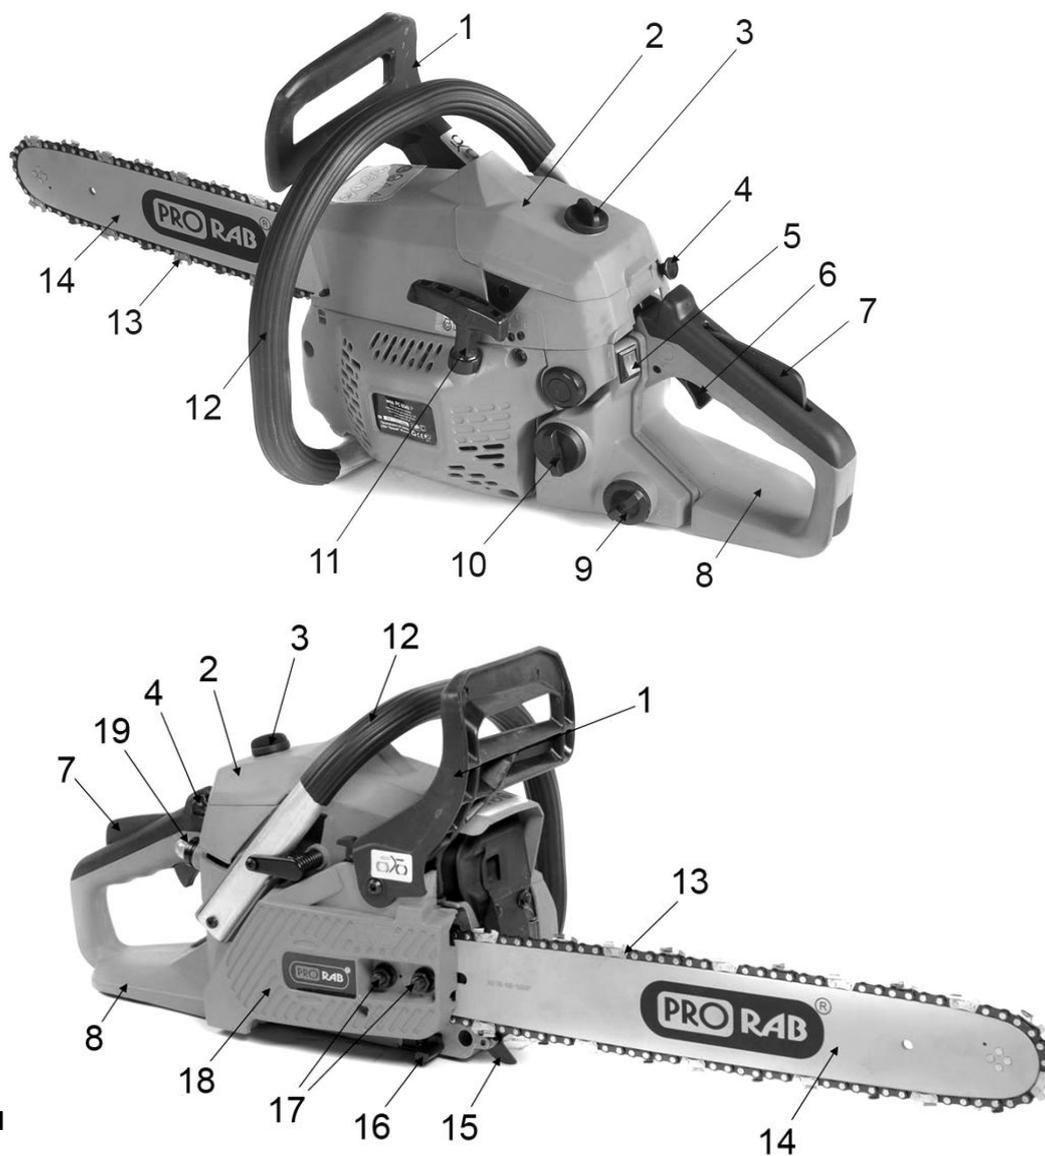
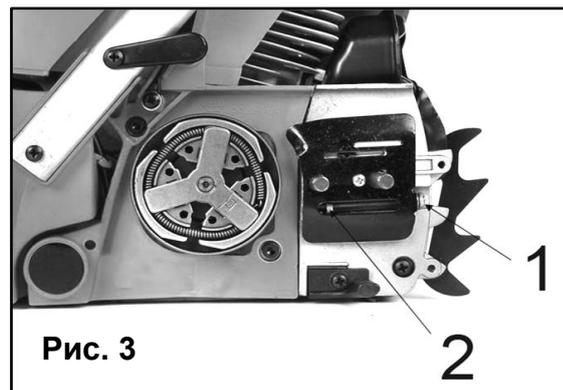

Рис. 1
Рис. 3
3.2. Устройство системы безопасности (См. Рис.1)
- Убедитесь, что рукоятка тормоза цепи (1) сдвинута в положение ВЫКЛ. (Рис. 1,2).
- Отвинтите предохранительные гайки шины (2). Снимите крышку тормоза цепи (3), потянув ее вверх.
- С помощью отвертки поверните регулировочный винт (1) против часовой стрелки, пока выравнивающий штифт (2) (выступающий цилиндр) не достигнет своего предельного положения (Рис.3)